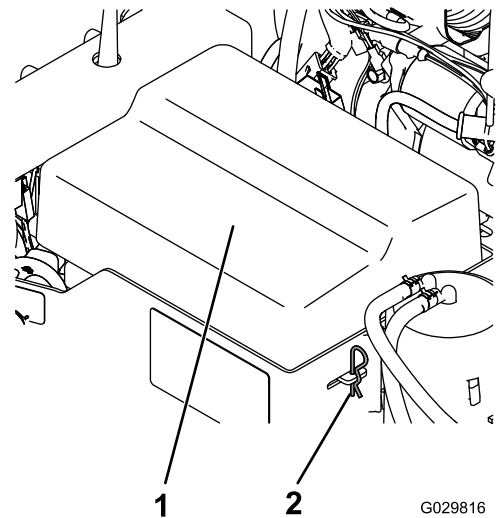

Figura 3
1. Rimuovete i ganci che fissano il coperchio della batteria alla cassetta (**Figura 3**).